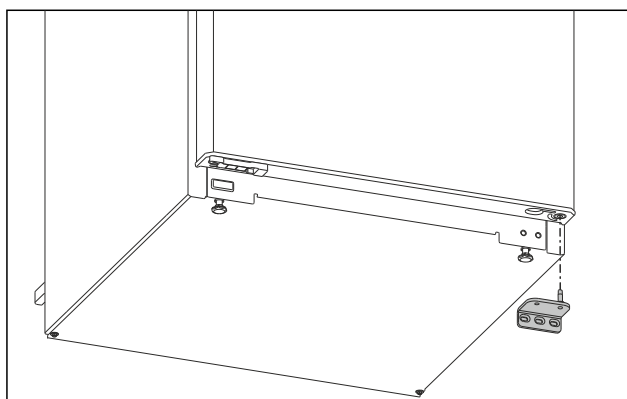

Fig. 5
- ▶ Zdjąć płytkę zawiasu w dół. (patrz Fig. 5)